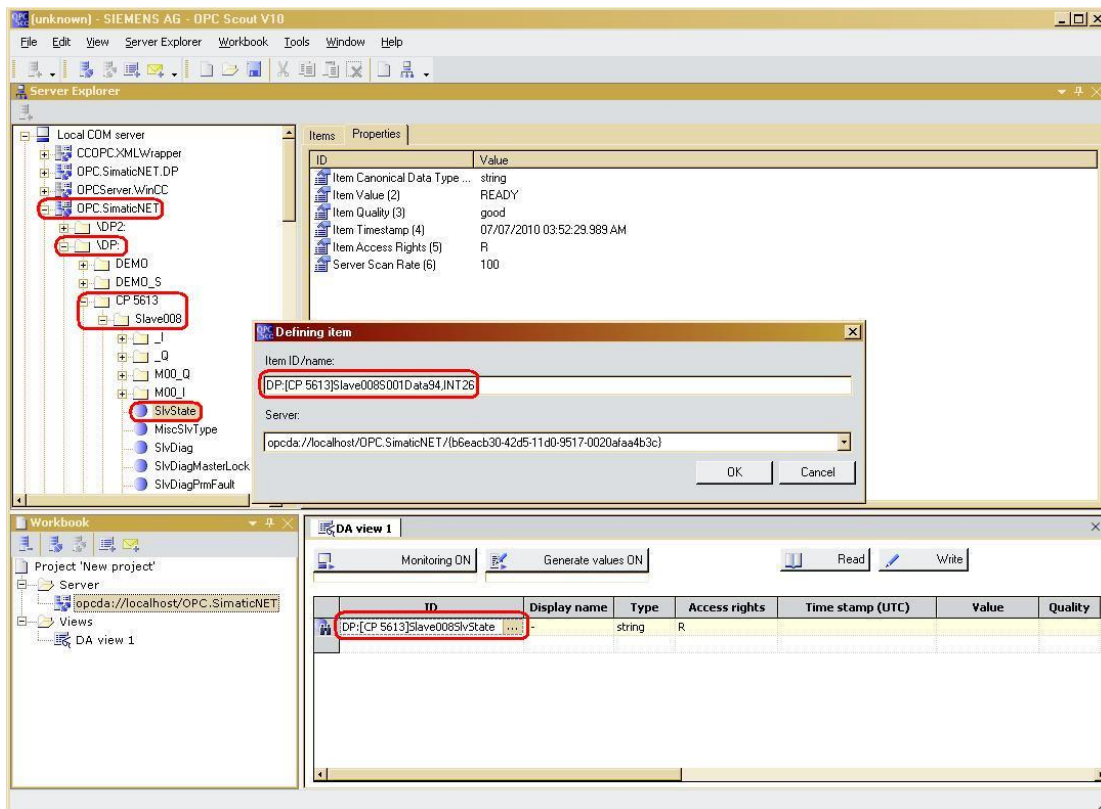

图 9
(A) 打开 OPC Scout V10，在 Local COM server-OPC.SimaticNET-IDP:-CP5613-Slave00x 下，添加变量，如图 9 所示。